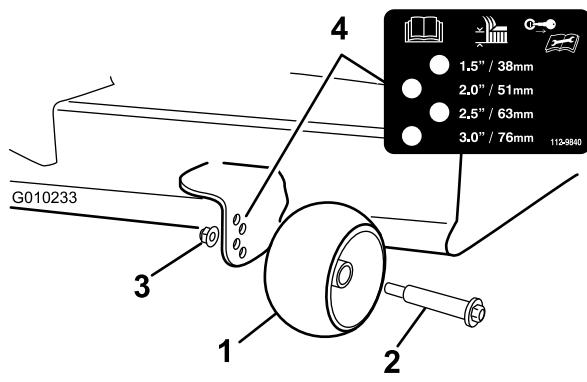
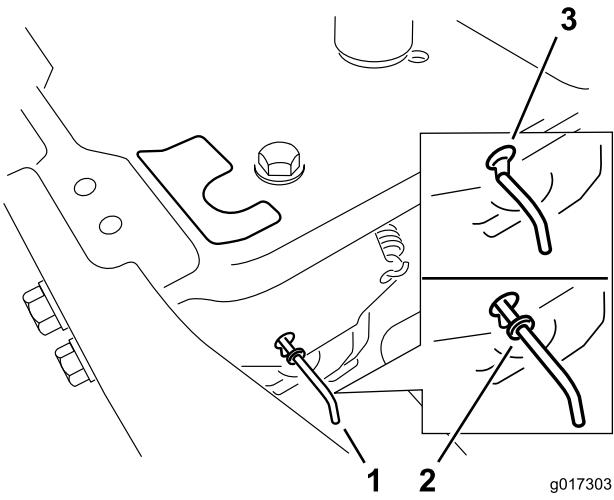

Bild 23
Bild 27
3. Stellen Sie die Antiskalpierrollen so ein, wie in Bild 23 dargestellt, dass sie der nächsten Schnithöheneinstellung entsprechen.
in Bild 23/Bild 27 dargestellt. Wiederholen Sie dies für jeden Hebel.
Schieben Sie die Bypasshebel nach hinten durch das Schlüsselloch und nach unten, um sie zu arretieren, wie in Bild 27 dargestellt. Wiederholen Sie dies für jeden Hebel.